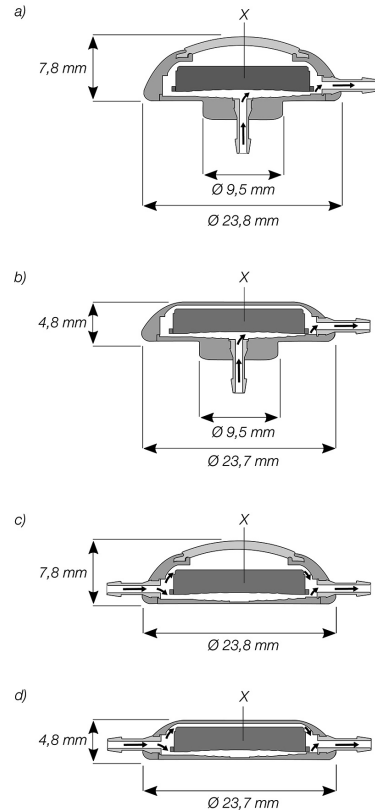

Abb. 1: *M.scio* mit integrierter Messzelle (X) in folgenden Varianten
M.scio ist in vier Varianten jeweils mit und ohne vorkonnectierten distalen Katheter verfügbar (Abb. 1).